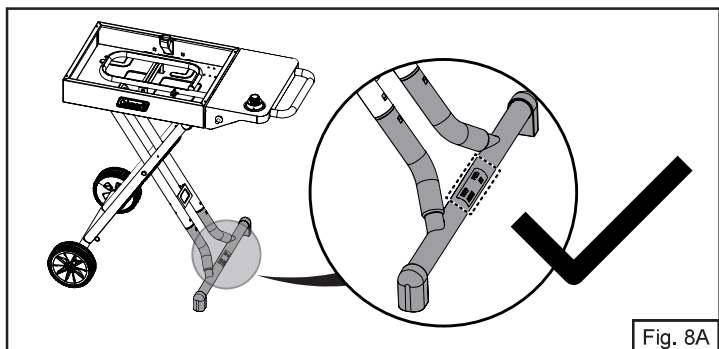
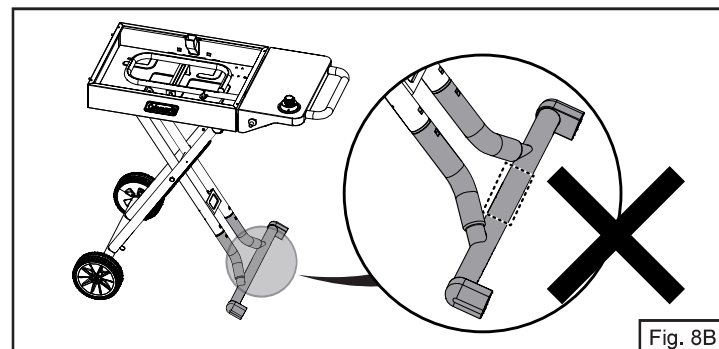

Fig. 8A
Fig. 8B
- NOTA:** está bien instalada si el texto de advertencia está hacia arriba (Fig. 8A). De otro modo está mal instalada (Fig. 8B).